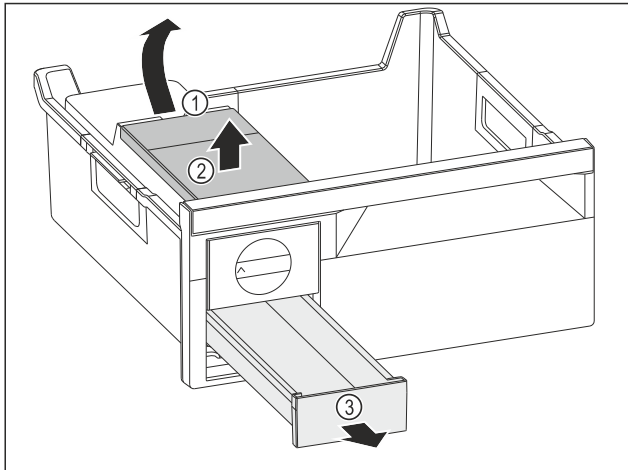

Fig. 81
- ▶ Wyjmowanie zbiornika wody: Zbiornik wody unieść za wycięcia Fig. 81 (1).
- ▶ Wyjąć zbiornik wody Fig. 81 (2) do góry.
- ▶ Wyjąć szufladę na kostki lodu Fig. 81 (3) do przodu.